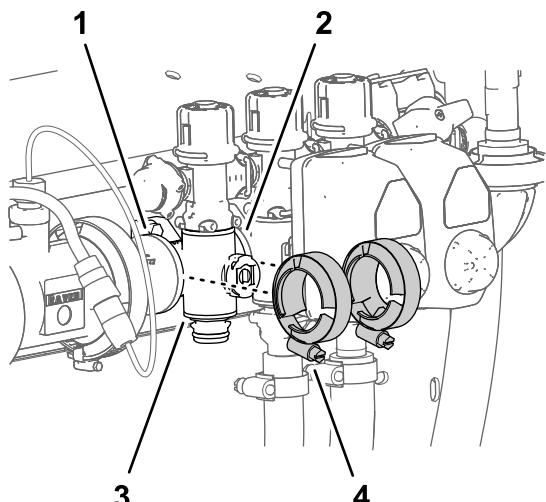

Figure 119
4. Fixez légèrement les colliers bride que vous avez déposés à la section Dépose de la valve de collecteur de section \(page 85\) sur les brides du collecteur de vanne de section et les brides des autres vannes de section et/ou adaptateur d'accouplement (Figure 119).
7. Serrez les 2 colliers bride à la main (Figure 119).